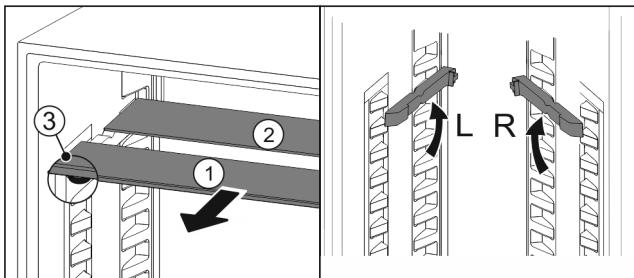

Fig. 27
- Издърпайте Fig. 27 (1) поотделно стъклените площи напред.
- Стъклената плоча Fig. 27 (1) с декоративната лайстна е отпред.
- Ограничителите Fig. 27 (3) сочат надолу.